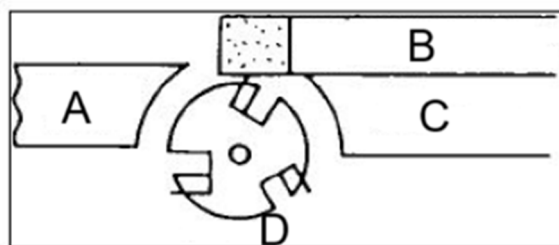

Figura 22
3. Para proteger la mesa de entrada contra rayones, cubra parcialmente la piedra de afilar con papel (Figura 22).